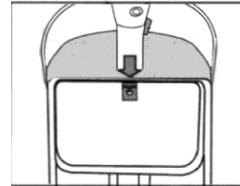

Abb. 16
- 1.2 **Schloss Handschuhfach:** Zum Öffnen des Handschuhfaches stecken Sie den Schlüssel in das Schloss und drehen Sie ihn nach links. Sie können das Fach nun öffnen. Drehen Sie den Schlüssel nach rechts, um bei geschlossenem Deckel das Fach zu sichern. (Abb. 16 + 17)